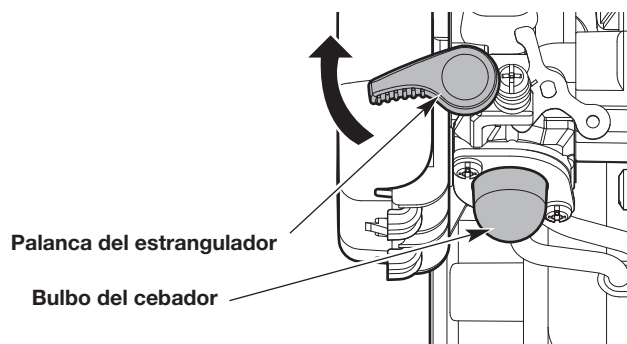

Fig. 10
1. Oprima y suelte despacio la pera del cebador **10 veces** (Fig. 10).
2. De vuelta la palanca del cebador en el sentido de las agujas del reloj hasta que encaje bien en su lugar (Fig. 10).